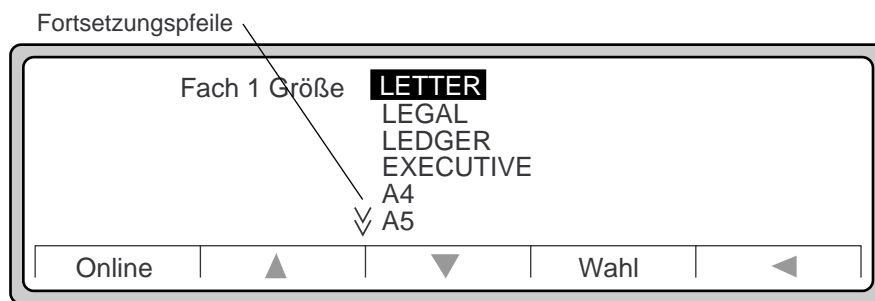

Abbildung 3-10 Papierformatauswahl
4. Drücken Sie ►, um eine Liste der Papierformate im Bedienfeld anzuzeigen (Abbildung 3-10).